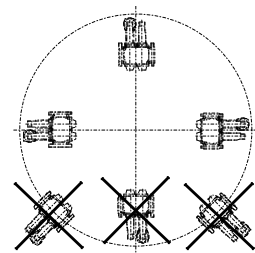

Рис. 10
**ВНИМАНИЕ:** диафрагма D исполнительного механизма SKP2 должна находиться в вертикальном положении (Рис. 10).